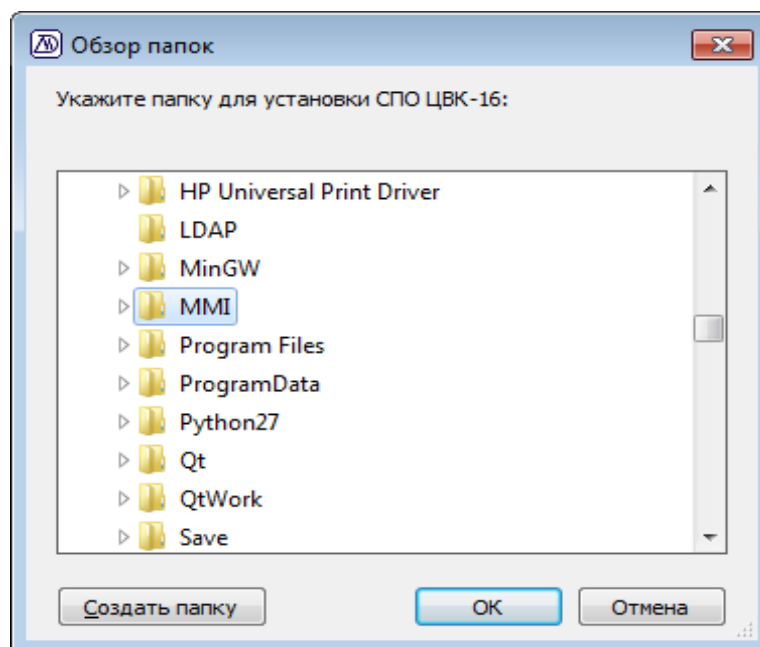

Рисунок 2.5. Выбор каталога для установки программы
4.а) Для изменения каталога необходимо нажать на кнопку “Обзор ...” и в появившемся окне (рис.2.5) выбрать новый каталог для установки;